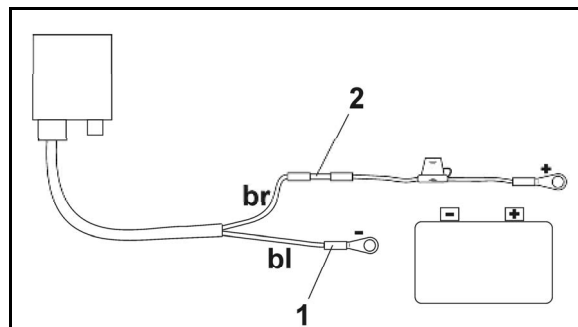

Fig. 18
2. Extrair ambas as cavilhas articuladas (Fig. 18/1).
5. Introduzir o fio azul (massa) na lingueta circular (Fig. 18/1).
7. Introduzir o fio castanho (+ 12 Volt) na extremidade livre do ligador de topo (Fig. 18/2).
9. Fazer a retracção do ligador de junção (Fig. 18/2) com uma fonte de calor (isqueiro ou soprador de ar quente) até que saia cola.